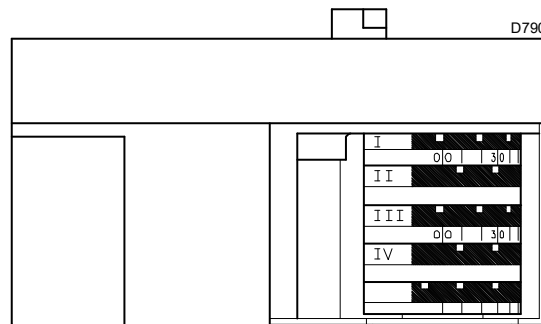
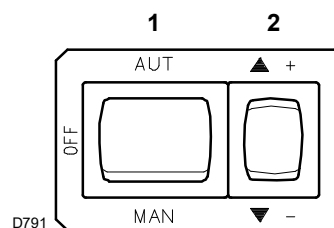
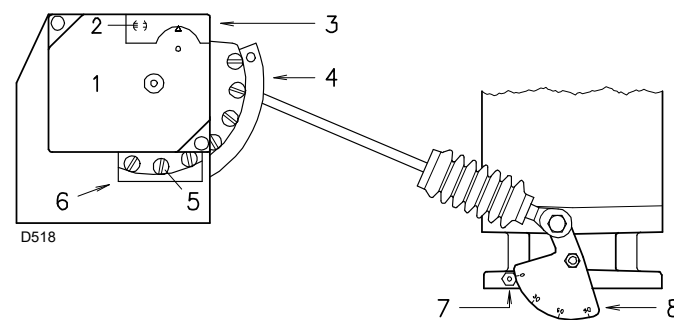

Fig. 25
Fig. 26
Fig. 28
El servomotor (Fig. 25) regula simultáneamente el registro del aire mediante la leva de perfil variable y la válvula de mariposa del gas.
Cerrar los termostatos y poner el interruptor 1)(Fig. 26) en la posición "MAN".
Presionar el pulsador 2)(Fig. 26 en la pág. 23) "disminución de potencia" (▼ -) y mantenerlo presionado hasta que el servomotor haya cerrado el registro de aire y la válvula de mariposa del gas a 20° (regulación hecha en fábrica).
- Si es necesario disminuirlo, reducir un poco el ángulo de la leva III (Fig. 25 en la pág. 23) mediante desplazamientos cortos consecutivos, es decir, pasando del ángulo de 20° a 18° - 16°...
- Si es necesario aumentarlo, presionar un poco el pulsador 2)(Fig. 26 en la pág. 23) "aumento de potencia" (▲ +) (abrir 10-15° la válvula de mariposa del gas), aumentar el ángulo de la leva III (Fig. 25 en la pág. 23) con desplazamientos cortos consecutivos, es decir, pasando del ángulo de 20° a 22° - 24°...
Variar progresivamente el perfil inicial de la leva 4)(Fig. 28) girando los tornillos de la leva que aparecen en el interior de la abertura 6). Si es posible, no girar el primer tornillo, dado que es el que se utiliza para cerrar completamente el registro del aire.
Leyenda (Fig. 28)
En la descripción anterior el quemador quedó encendido, funcionando a la potencia MÍN. Presionar ahora el pulsador 2)(Fig. 26 en la pág. 23) "aumento de potencia" (▲ +) y mantenerlo apretado hasta que el servomotor haya abierto el registro del aire y la válvula de mariposa del gas a 90°.
Variar progresivamente el perfil final de la leva 4)(Fig. 28) girando los tornillos de la leva que aparecen en el interior de la abertura 6).
Presionar un poco el pulsador 2)(Fig. 26 en la pág. 23) "aumento de potencia" (▲ +) de manera que un nuevo tornillo 5)(Fig. 28) aparezca en el interior de la abertura 6)(Fig. 28), regular hasta obtener una óptima combustión. Proceder del mismo modo con los demás tornillos.
Apagar el quemador con el interruptor 1)(Fig. 26 en la pág. 23), posición OFF, desbloquear la leva de perfil variable, situando en posición vertical la ranura 2)(Fig. 28) desde el servomotor y, haciendo girar a mano varias veces la leva hacia adelante y atrás, verificar que el movimiento sea suave y sin atascos.